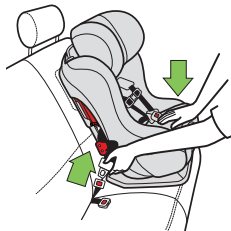

Figura 107
- Si se presiona el centro del asiento de seguridad se reduce la tensión del cinturón del vehículo, lo cual facilita desabrochar el mismo, como se muestra en la **figura 107**.